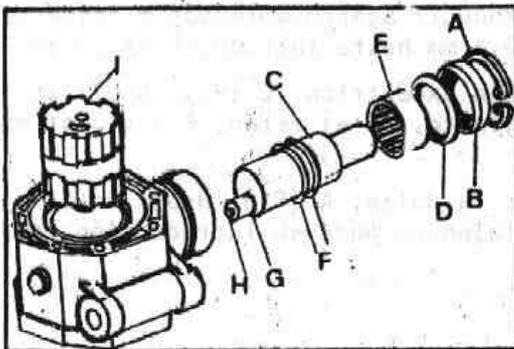

Fig. H-67 Desmontaje del eje y retén
1.5. Extraída la polea del depresor, retirar el anillo elástico, A, (Fig. H-67) de la canal que le sirve de alojamiento. Para sacar el retén, B, es necesario proceder del siguiente modo:
Seguidamente colocar el émbolo, I (Fig. H-67) en el cuerpo del depresor con la canal de deslizamiento del casquillo excéntrico, E, enfrente del eje excéntrico, C, e introducir dicho eje, hasta que el anillo elástico, F, haga tope en el cojinete.
NOTA: Antes de montar el cojinete en el eje del depresor, C (Fig. H-67) es totalmente necesario calzar entre la camisa de deslizamiento, D y el émbolo I, una lámina de 0,4 mm de grueso con el fin de que al introducir el cojinete, E, en el cuerpo del depresor y en el eje, éste no se clave en el émbolo, lo que podrá producir agarrotamientos o desgaste prematuro. No quitar la lámina de 0,4 mm hasta introducir la polea.
- 3.4. Continuar el montaje introduciendo en el eje excéntrico, C (Fig. H-67) el otro cojinete, E, la arandela tope del cojinete, D, el retén, B y alojar en su canal el anillo elástico, A.